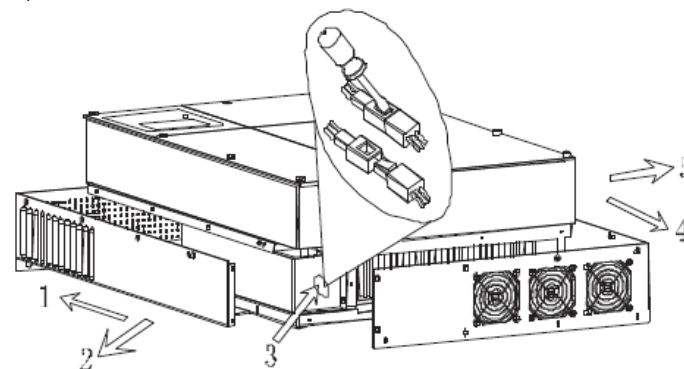

Fig 8.1.3
5. Odblokować i zdjąć złącza wentylatorów. Do odłączenia obu złączy potrzebne są małe, precyzyjne narzędzia. (Fig8.1.3 3)
6. Zdjąć osłonę z góry i lewej strony urządzenia jak pokazano na rysunku Fig8.1.3 w kolejności 1,2,4,5. Przy użyciu wody i prostych narzędzi wyczyszczenie tych elementów powinno być bardzo łatwe.